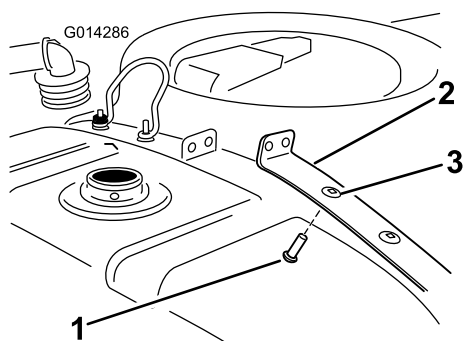

Рисунок 8
- Установите каретный болт во встроенное отверстие правого заднего хомута бака (Рисунок 8).